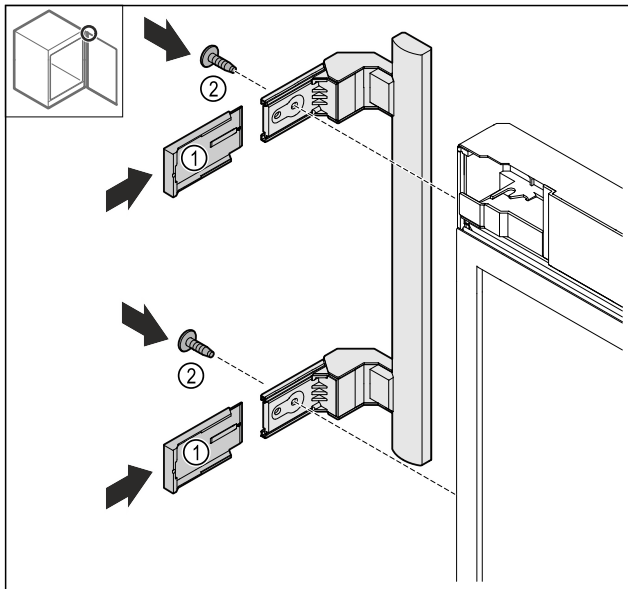

Fig. 25
- Työnnä suojukset Fig. 25 (1) päälle.